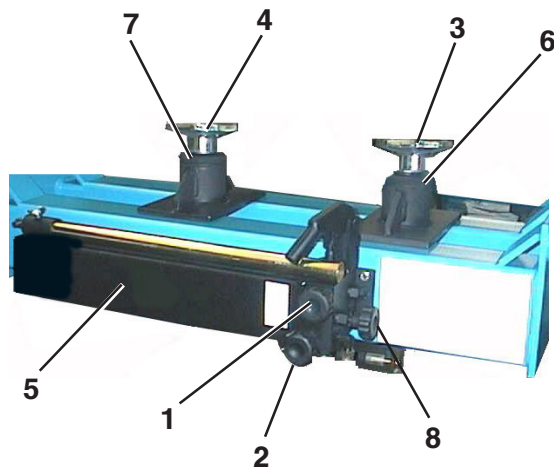

Fig.7
Con riferimento alla Fig.7:
See Fig.7:
Unter Bezugnahme auf Abb.7:
Se référer à la Fig.7:
Referencia Fig.7:
- agire sulla valvola **8** (Fig.7) aprendola fino al completo rientro dei pistoni.
- open valve **8** (Fig.7) until the pistons are fully retracted.
- Das Ventil **8** (Abb.7) öffnen, bis die Kolben vollständig zurückgefahren sind;
- ouvrir la vanne **8** (Fig.7) jusqu'à la descente des pistons;
- actuar en la válvula **8** (Fig.7) abriéndola hasta la completa retracción de los pistones.